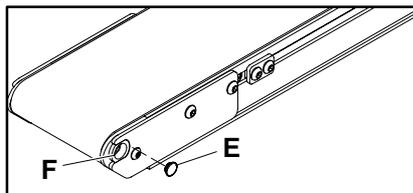

Figure 6
Toutes les parties non motrices disposent d'un bouchon en plastique (E de la figure 6) installé sur les extrémités de la poulie qui retient les entretoises (F). Utilisez un petit tournevis plat pour retirer ce bouchon.
Lorsque la lubrification est terminée (G), le graisseur peut être laissé en place ou être démonté et remplacé par un bouchon en plastique (E de la figure 6).